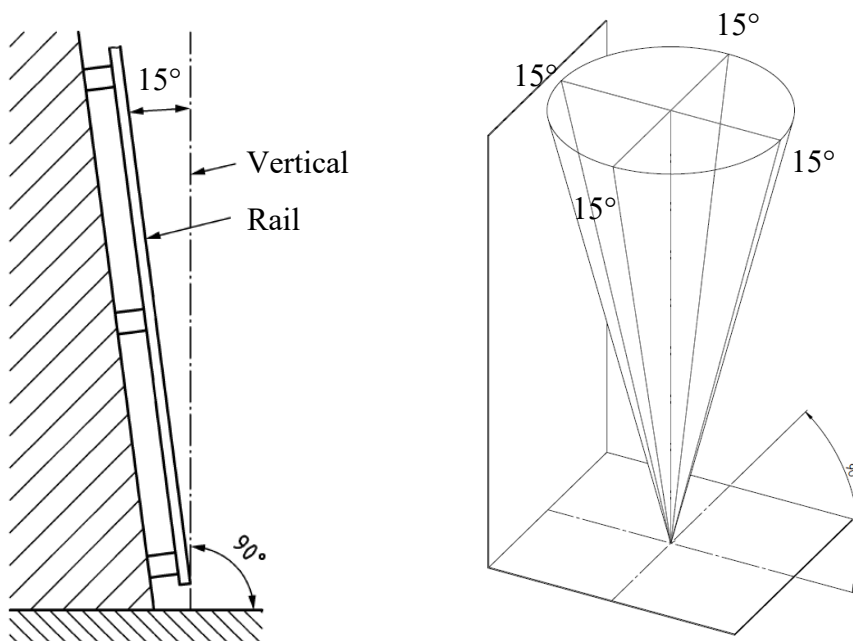

Figure 23: Angle d'inclinaison
- L'angle d'inclinaison maximal du rail de guidage droit est de $\pm 15^\circ$ par rapport à la verticale (voir Figure 23: Angle d'inclinaison)